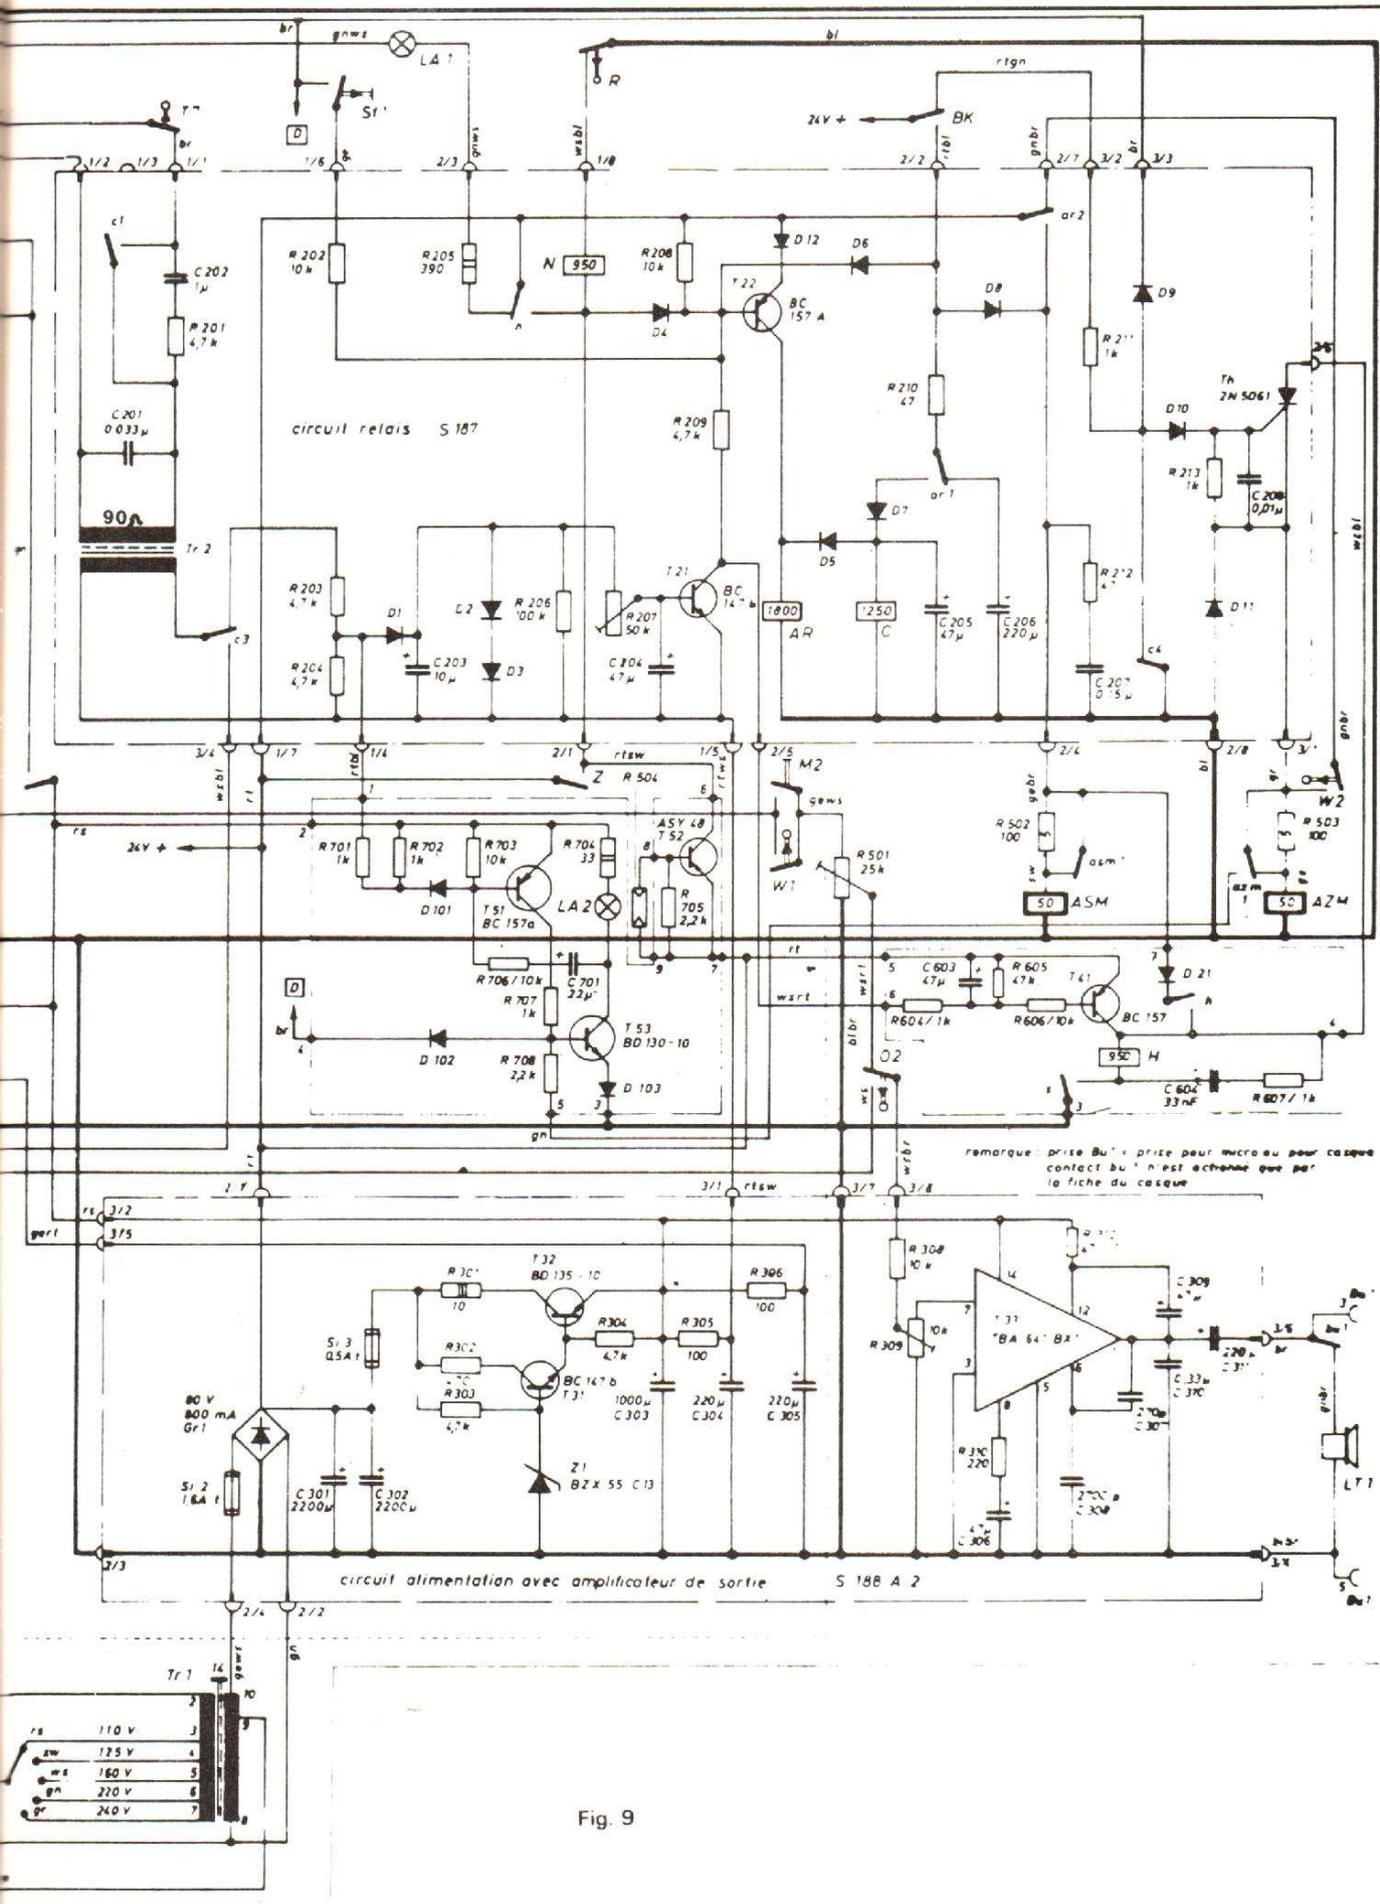

Fig. 9
La bande de la cassette d'annonce comporte des perforations, qui actionnent un microrupteur, noté  $bk$  sur le schéma général de la figure 9. Quelques instants après la mise en marche précédemment décrite, le micro-rupteur  $bk$  commute. Ceci a pour effet :
- de brancher la tête de lecture du texte d'annonce (cette tête est notée  $Tk_1$  sur la figure 9) sur le préamplifica-